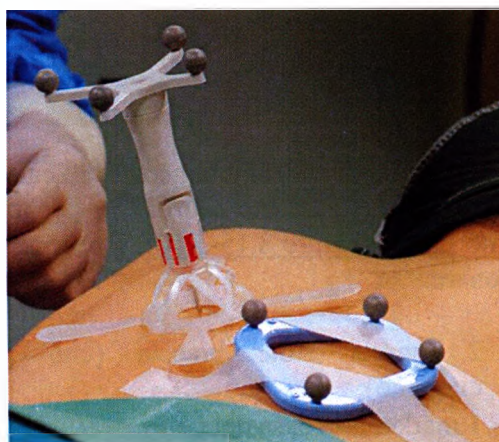

Figura 3.11: Patient Tool in posizione sufficientemente distante rispetto agli altri tool sensorizzati.
- sufficientemente distante (15cm – 20cm) dal punto di ingresso previsto in modo da evitare interferenze con gli altri tool (*Needle Tool* e *Direction Tool*) (Figura 3.11);